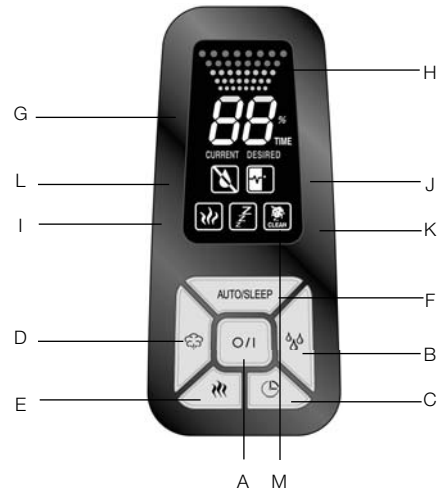

Рис. 2
- Вставьте штепсельную вилку в электрическую розетку и включите увлажнитель воздуха с помощью кнопки "вкл./выкл."  (см. рис.2)